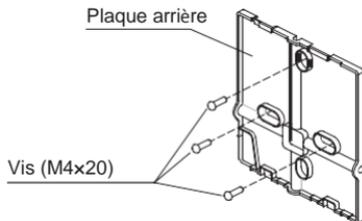

Fig. 3-5
- Pour un montage apparent, fixez la plaque arrière sur le mur avec les 3 vis (M4x20) et chevilles fournies. (Fig. 3-5)